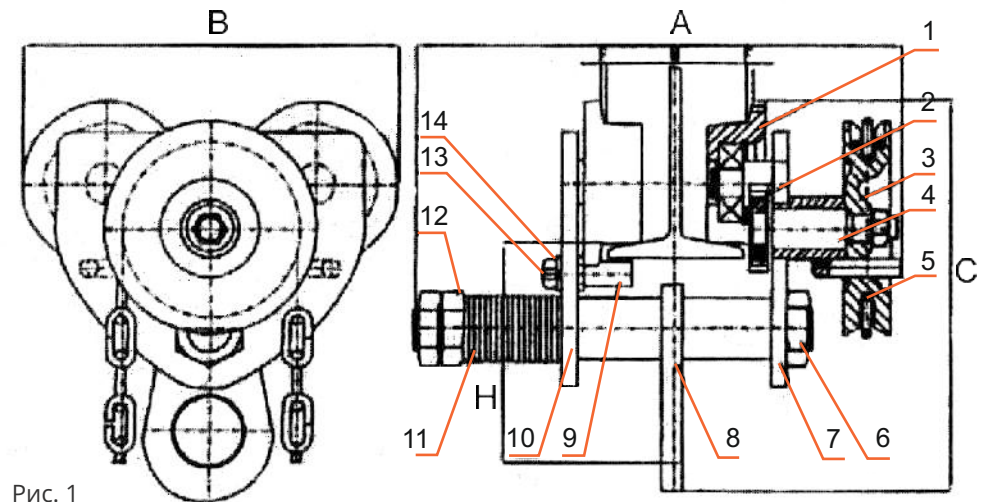

Рис. 1
- 4.1. При монтаже тележки количество регулировочных шайб с внутренней и внешней стороны пластины должно быть одинаковым. С целью правильной установки внешнего зазора между колесным фланцем и двутавровой балкой количество регулировочных шайб с внутренней стороны пластины в случае необходимости может быть увеличено или уменьшено на единицу (см. рис. 1).
3.1. Тележка с приводом (см. рис. 1) состоит из левой пластины (10), правой пластины (7), подвешенного штифта (6), подвесной пластины (8), ручного колеса (3), вала (4) и т.п.